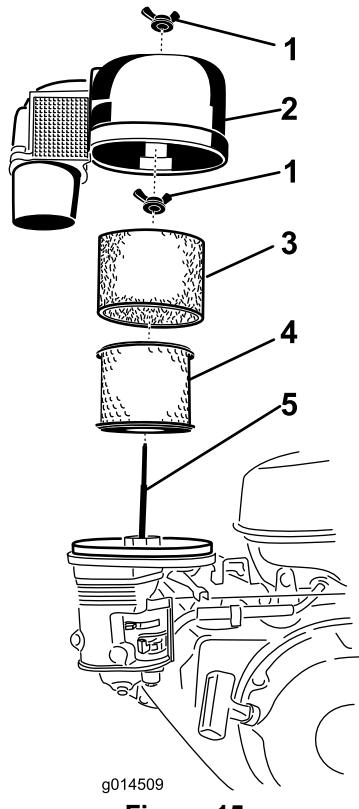

Figure 15
- Retirez l'écrou à oreilles et sortez le filtre cyclone avec son capot (Figure 15).